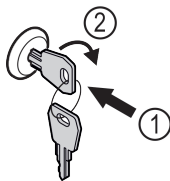

Fig. 143
- ▶ Włożyć kluczyk Fig. 143 (1).
- ▶ Przekręcić kluczyk o 90° w prawo Fig. 143 (2).